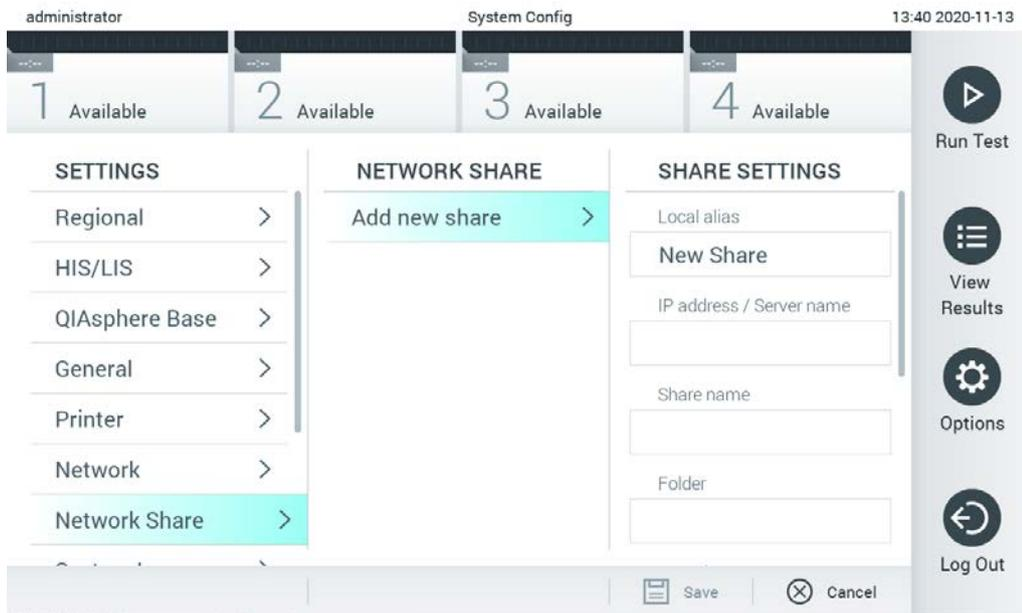

Figure 75. Ajout d'un partage réseau.
- Appuyez sur le bouton Add new share (Ajouter un nouveau partage) (Figure 75).